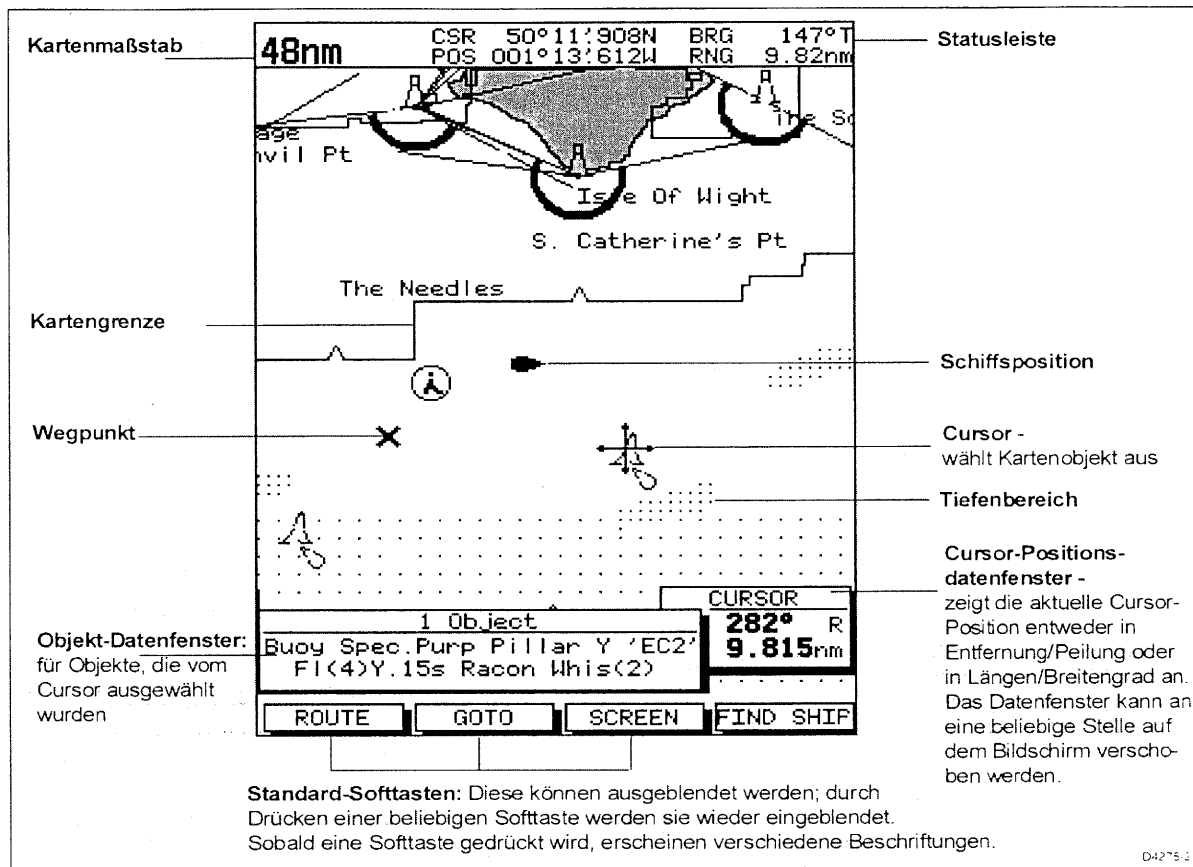

Abb. 1-3: Typische Kartenplotter-Anzeige
Zur RL70C(RC)/RL80C(RC) Plus-Serie kann ein Kartenplotter gehören. Dieser beinhaltet eine Weltkarte in kleinem Maßstab, die Sie für Ihre Routenplanung nutzen können. Detaillierte Navigation ist jedoch nur bei Anwendung eines Kartenmoduls möglich. Ein Plotter-Modus ermöglicht jedoch das Plotten und Verfolgen von Routen in großem Maßstab, auch wenn kein Kartenmodul installiert ist. Ein typisches Kartenplotter-Szenario sehen Sie in der *Abb. 1-3*.